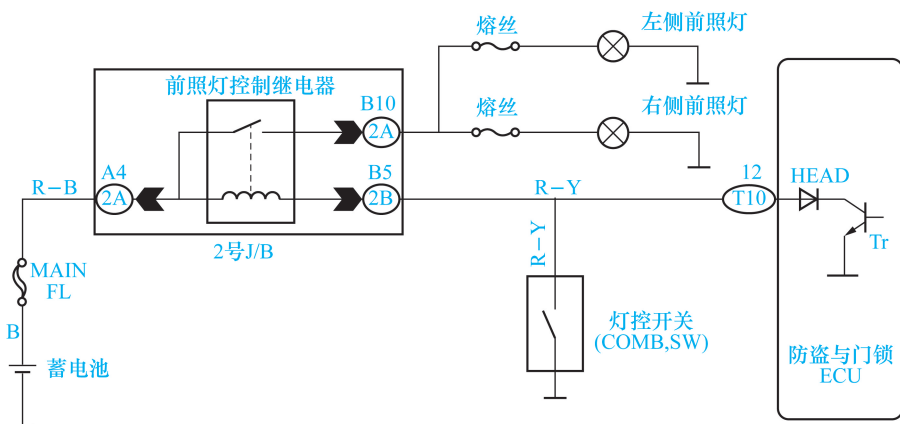

图 1-11 凌志汽车前照灯控制继电器电路
a. 电控单元与开关共同控制用电设备的工作。如图 1-11 所示为凌志汽车前照灯控制继电器电路,电控单元 12 号接线端子同时与灯控开关和继电器的电磁线圈连接。从图中可以看出,电控单元 12 号接线端子内部为电子开关(晶体管),该接线端子和灯控开关共同控制继电器的电磁线圈,进而控制前照灯的工作。